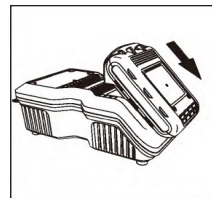

Abbildung 2
- 2) Das Akku-Pack in das Ladegerät einlegen und darauf achten, dass es vollständig eingelegt wird (Abbildung 2). Eine Anzeigelampe blinkt, um den Beginn der Ladung anzuzeigen.